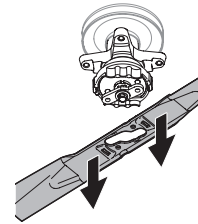

Figure 5
5. Lorsque le trou au centre de la lame s'aligne avec le support de retenue, tirez la lame avec précaution. Voir Figure 5.